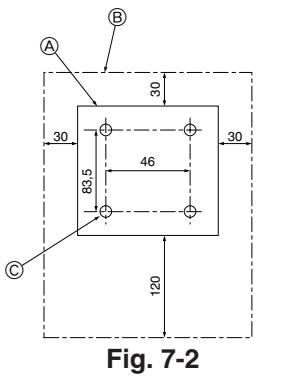

Fig. 7-2
- (1) Aufstellort für Fernbedienung auswählen. (Fig. 7-2)